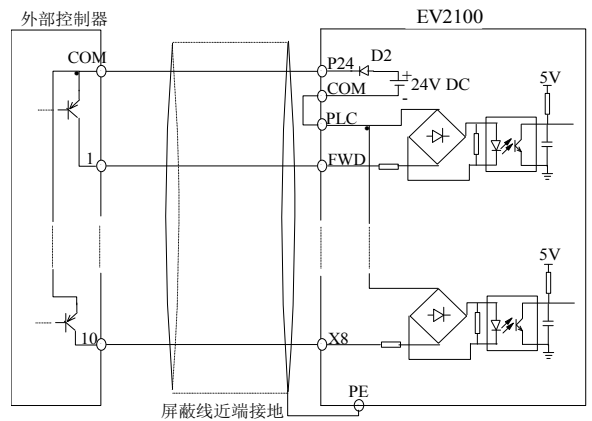

图3-24 使用变频器内部+24V电源的漏极连接方式
②使用变频器内部+24V电源，外部控制器为PNP型的共发射极输出的连接方式（注意去除PLC与P24端子间的连接线），如图3-24所示。